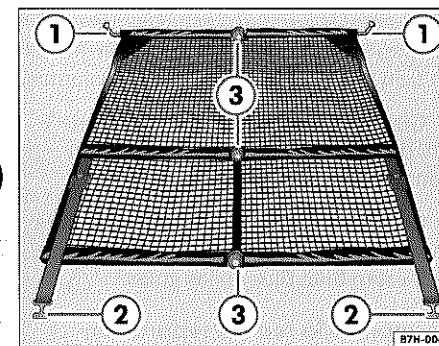

Fig. 89 Red de separación desenrollada
- Despliegue la red tirando de las varillas hasta que encastran ⇒ fig. 89 ③.
1. Destense las cintas tirando de los lazos ① hacia abajo.
2. Gire los enganches en forma de T ② 90° y extraígalos de las guías de los asientos. ►
5. Pliegue la red por las varillas pulsando el botón de desbloqueo que hay en cada articulación ⇒ página 105, fig. 89 ③.